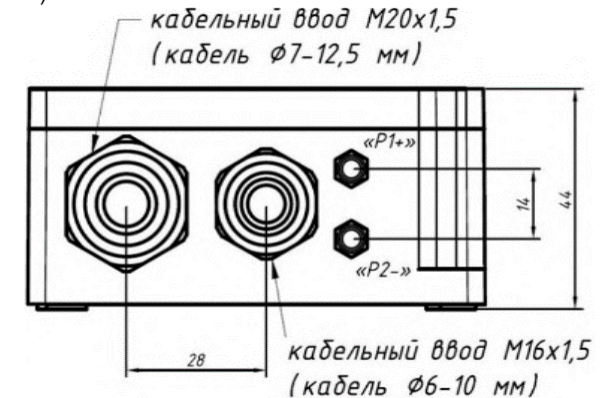

Рисунок 2. Кабельные вводы и штуцеры датчика.
4.2. Механическое присоединение датчиков рекомендуется производить с ориентацией, при которой соединительная линия от места отбора давления имеет односторонний уклон вверх к датчику. Подвод измеряемой среды осуществляется с помощью гибких трубок (монтаж на штуцер типа «елочка»). P1, P2 – входное давление измеряемой среды, при этом вход P1 (+) используется для более высокого давления, а P2 (-) для более низкого. (рис. 2).